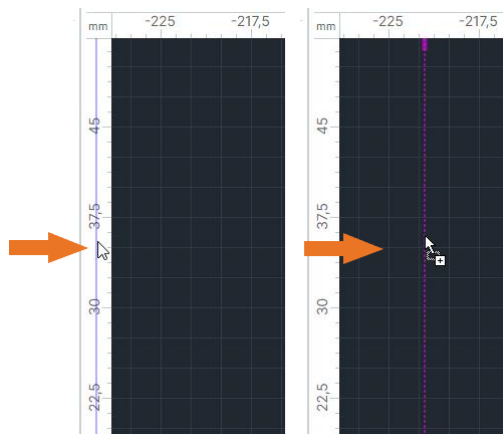

Рис. 358 Размещение направляющих линий
2. Удерживая кнопку мыши, переместите курсор в рабочую область и отпустите кнопку после того, как линия будет размещена в выбранном месте, см. Рис. 358.